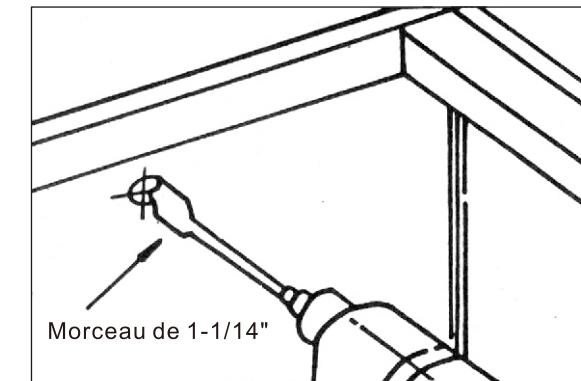

Fig. 9 Perforez le trou pour le fil
5. Sur le cabinet, marquez la position du trou d'accès à travers lequel le fil électrique va passer. (Fig. 9) La trou d'accès devrait être 1-1/4". Soyez sûr de fermer le contact électrique du mur avant de perforez.